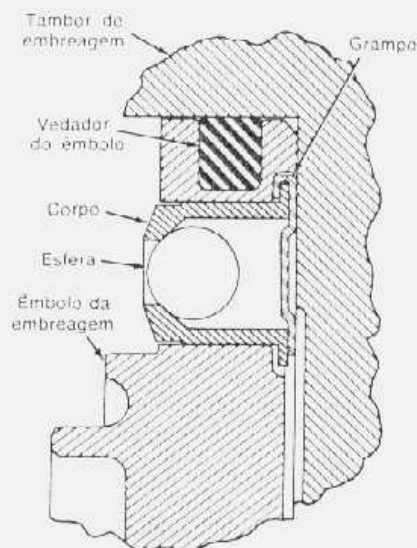

fig. 29 — válvula de retenção do êmbolo da embreagem
2. Verificar se há obstrução na passagem de fluido do cilindro da embreagem. Limpar todas as passagens de fluido. Examinar o êmbolo da embreagem quanto à sulcos. Substituí-lo se necessário. Examinar a esfera de retenção do êmbolo (fig. 29) quanto ao seu livre movimento e perfeito assentamento.